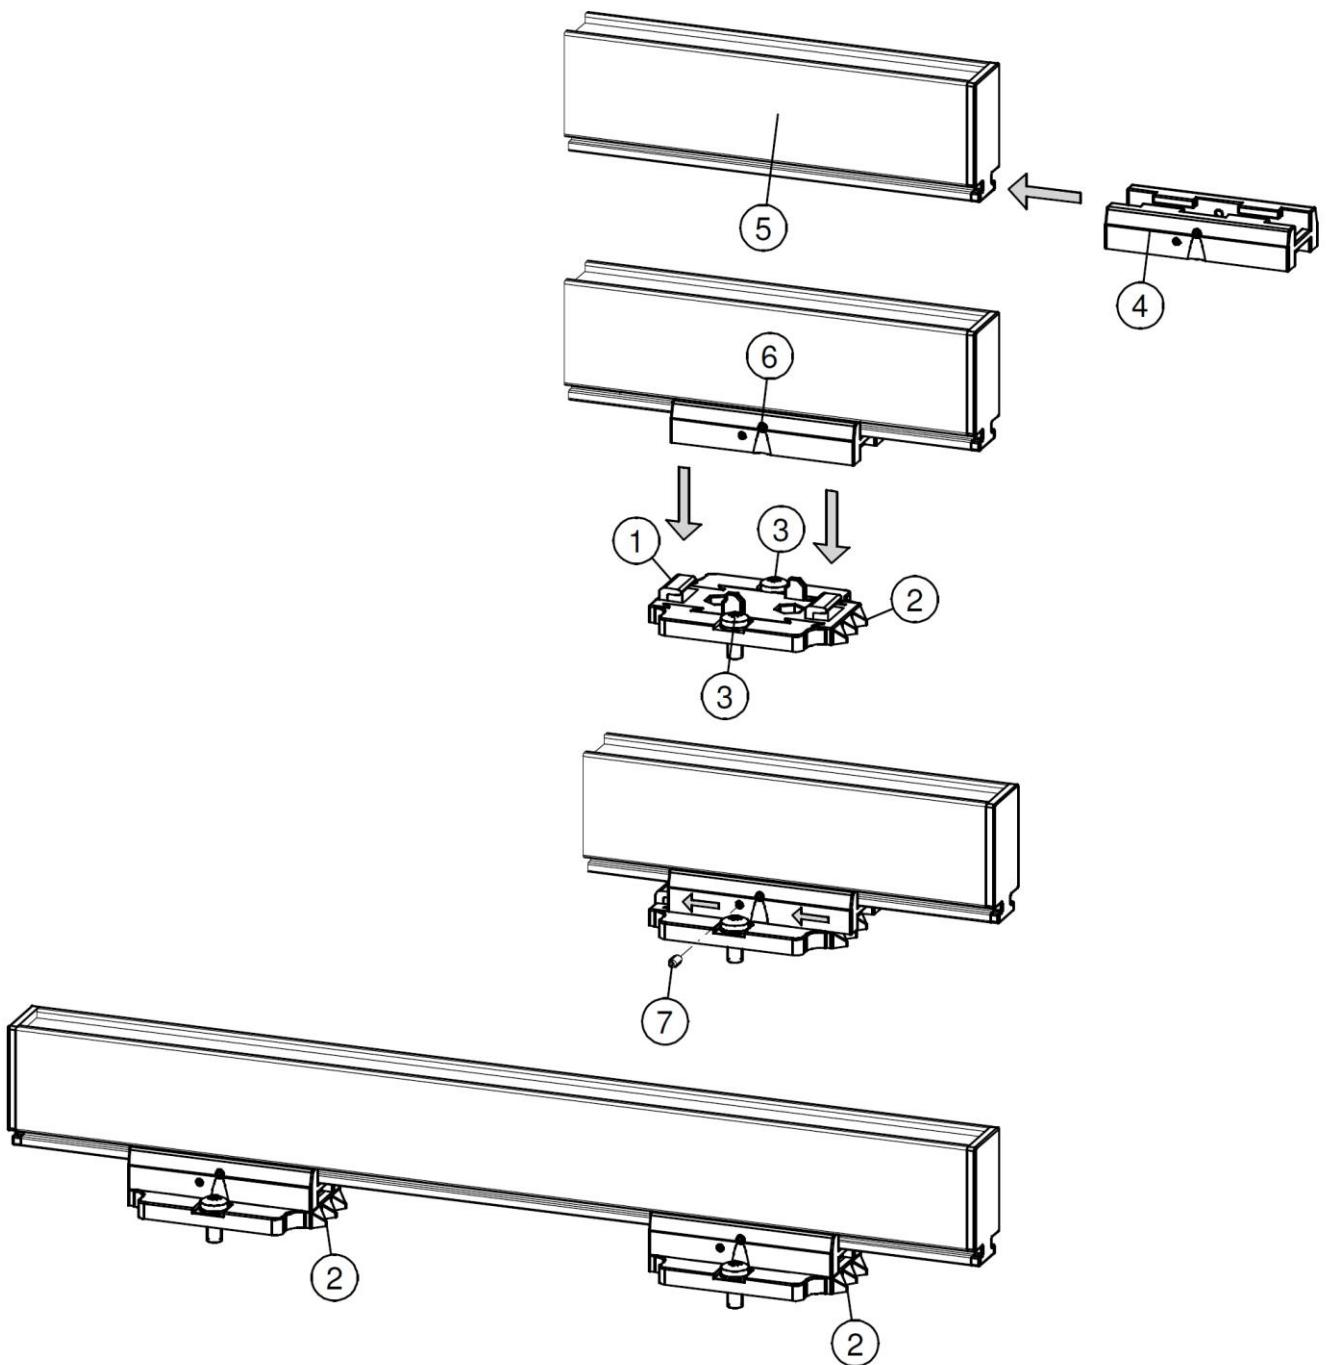

Figure 5 : Fixation de la barre antistatique aux supports de montage
- Monter les pieds de fixation (1) sur la machine, avec les triangles (2) pointant dans la même direction. Utiliser le matériel de fixation adapté M5 (3) pour le montage.
- Faire glisser les supports (4) sur la barre antistatique. Maintenir le(s) écartement(s) des supports (4) et du pied de montage (1) à la même dimension et bloquer le support (2) avec la vis de réglage (6).
- Bloquer la barre antistatique dans les pieds de fixation en vissant les deux vis de réglage (7) dans les supports. Avec plus de deux supports, il est suffisant de ne bloquer que les deux seuls supports extérieurs.
- Dévisser les vis réglables (n°.6) des supports. (cf.Figure 5).